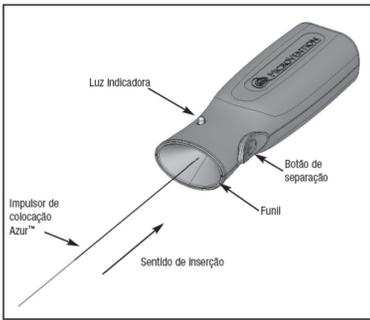

Figura 2 – Controlador de separação Azur
- Antes de usar o dispositivo, remova a extremidade proximal do impulsor de colocação da embalagem em forma de tubo. Cuidado para não contaminar esta extremidade do impulsor de colocação com substâncias estranhas, como sangue ou contraste. Insira firmemente a extremidade proximal do impulsor de colocação dentro da seção do funil do controlador de separação Azur. Consulte a Figura 2. Não pressione o botão de separação neste momento.
- Conecte a extremidade proximal do impulsor de colocação ao controlador de separação Azur inserindo firmemente a extremidade proximal do impulsor de colocação dentro da seção do funil do controlador de separação Azur. Consulte a Figura 2.